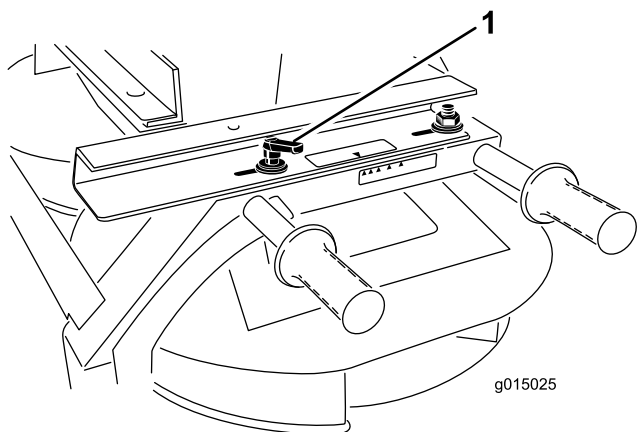

Рисунок 44
1. Ослабьте рукоятку с каждой стороны двухдискового центробежного разбрасывателя (Рисунок 44).